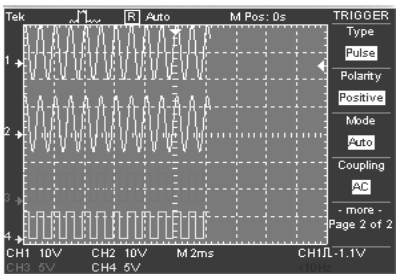
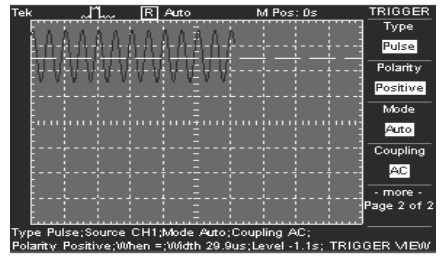

图 5-168 未按触发视图键示波器显示屏
图 5-169 按触发视图键示波器显示屏
6) Trig View : 触发视图按钮。单击 Trig View 按钮不放，示波器仅显示触发通道的波形，在示波器显示屏下方显示触发通道的详细情况，如图 5-168 和图 5-169 所示。